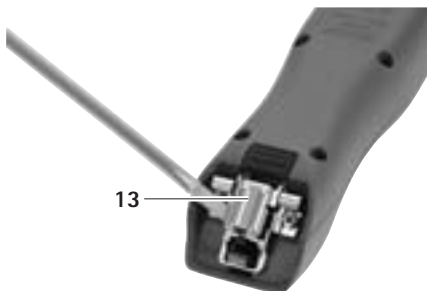

Fig. 1
- Con la cerniera delle lame chiusa: Aprire la cerniera delle lame 13 con il cacciavite, vedere Fig. 1.